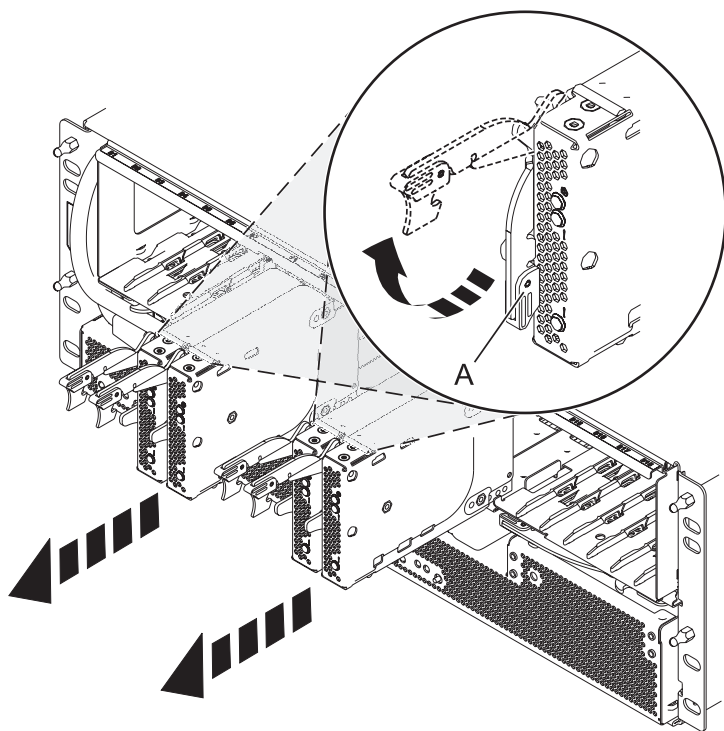

Figure 52. Retrait de la carte de port du fond de panier
5. Retirez les cartes de port et les obturateurs, comme illustré dans la figure 52, à la page 66.
- a. Saisissez l'extrémité du levier de verrouillage (A) et tirez-le vers le haut pour déverrouiller la carte de port.